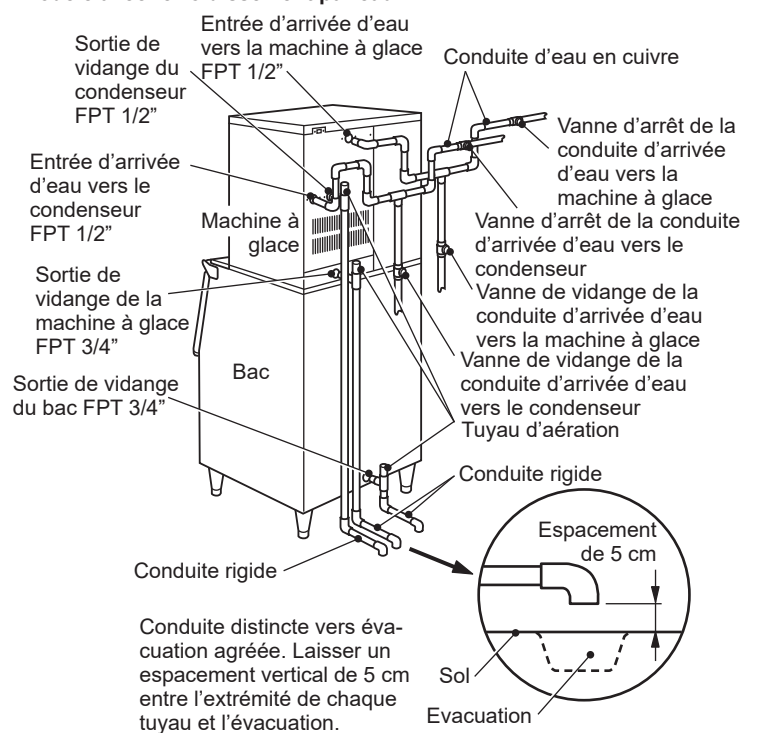

Fig. 7
- * Un raccord en T à évent est nécessaire au flux de vidange correct. Voir fig. 7.
- * La conduite de vidange de la machine à glace doit être distincte de la conduite de vidange de l'appareil de distribution/du bac de stockage. Voir fig. 7.